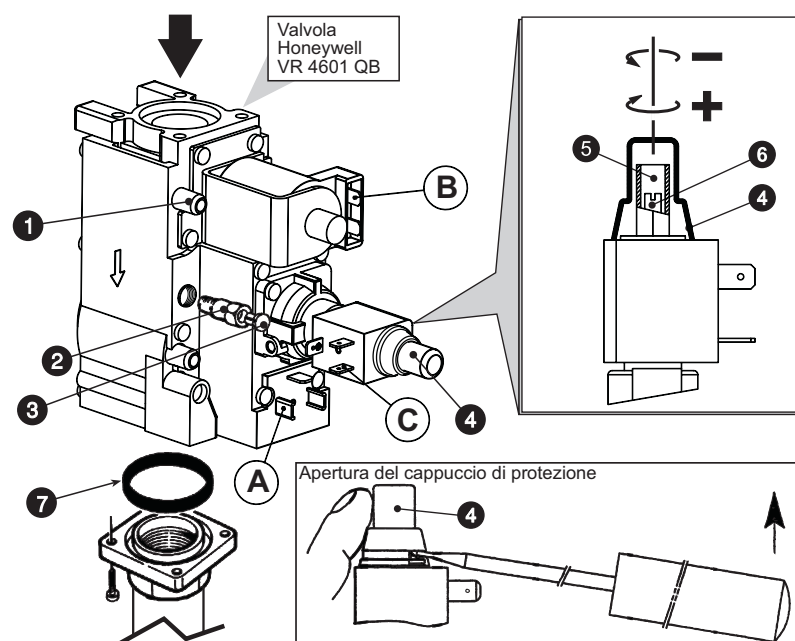

fig. 8 -
Operațiile de reglare a presiunii se efectuează cu centrala în funcțiune, acționând regulatorul de presiune prezent pe valvele de gaz cu 2 trepte (consultați fig. 8).
3. Scoateți căpăcelul de protecție al regulatorului de presiune 4 din fig. 8.
4. Rotiți încet în sens orar butonul termostatului de reglare până auziți primul clic; valva de gaz va fi astfel alimentată numai pe racordurile A și B (a se vedea fig. 8).
5. Acționând șurubul 6 din fig. 8, controlați ca presiunea să corespundă cu valorile din tabelul cu datele tehnice din paragraful 4.3.
6. Rotiți butonul termostatului de reglare pe valoarea maximă; valva de gaz va fi acum alimentată pe racordurile A, B și C (a se vedea fig. 8).
7. Acționând șurubul 5 din fig. 8, controlați ca presiunea să corespundă cu valorile din tabelul cu datele tehnice din paragraful 4.3.
9. Scoateți căpăcelul 3 de pe valva de gaz (fig. 8), înșurubați pe valvă regulatorul "STEP" de aprindere 2 din kitul de transformare și puneți la loc căpăcelul 3 pe regulator.
Efectuați aceleași operații indicate anterior, având grijă să scoateți regulatorul "STEP" de aprindere 2 al valvei de gaz din fig. 8; căpăcelul 3 din fig. 8 trebuie să fie montat direct pe valvă.